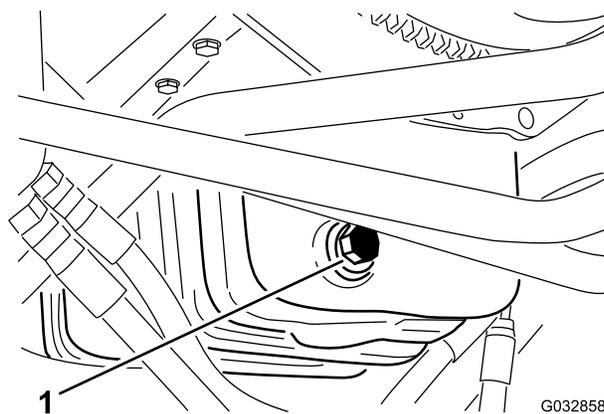

Рисунок 56
1. Снимите сливную пробку (Рисунок 56) и дайте маслу стечь в сливной поддон.